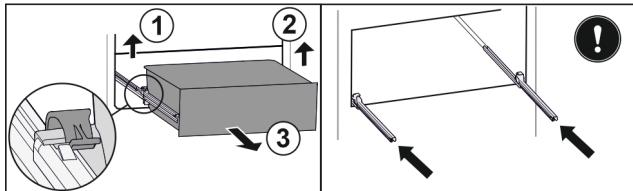

Fig. 118
- Підняти лівий затискач і одночасно висувний ящик ліворуч потягнути вперед. Fig. 118 (1)
- Підняти правий затискач і одночасно висувний ящик праворуч потягнути вперед. Fig. 118 (2)
- Вийняти висувний ящик рухом вперед. Fig. 118 (3)